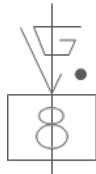

Abb. 3
- hohes Klemmdrehmoment: der **Punkt wird rechts** vom "V" **aufgedruckt** (Abb.3)